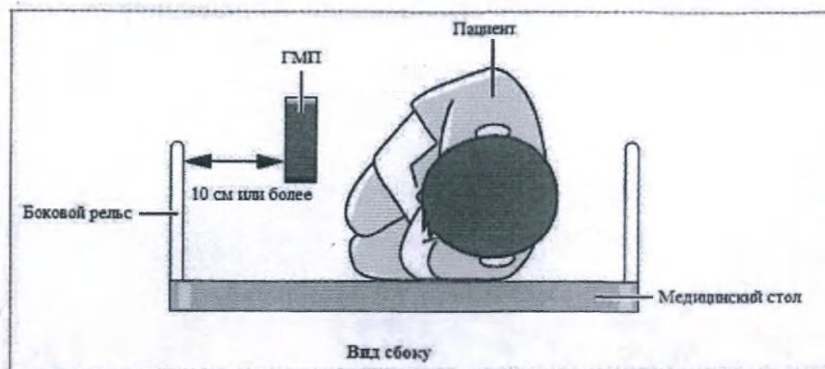

Рисунок 27
- Держите ГМП на расстоянии 10 см или больше от бокового рельса (см. рисунок 27).